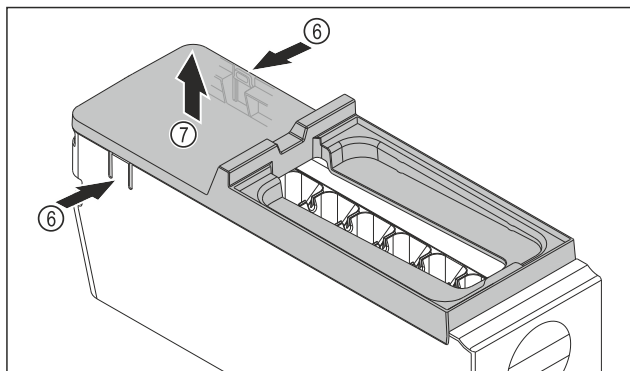

Fig. 88
- Снимите крышку корпуса EasyTwist-Ice: Надавите рукой на накладки Fig. 88 (6) с обеих сторон корпуса EasyTwist-Ice.
- Другой рукой снимите крышку Fig. 88 (7) по направлению вверх.